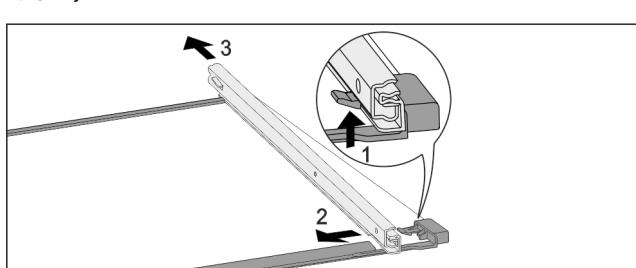

Fig. 168 Стъклена плоча с релси
- Натиснете нагоре предните фиксиращи палци. *Fig. 168 (1)*
- Пълзнете изтеглящата релса настрани *Fig. 168 (2)* и назад *Fig. 168 (3)*.